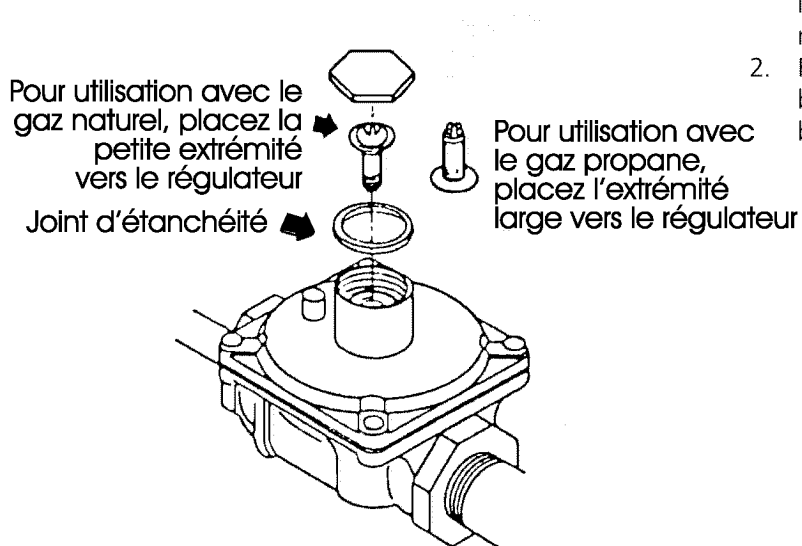

Figure 1
- Tournez le piston plongeur afin que l'extrémité large se retrouve vers le bas pour l'utilisation avec le gaz propane (voir la figure 1).